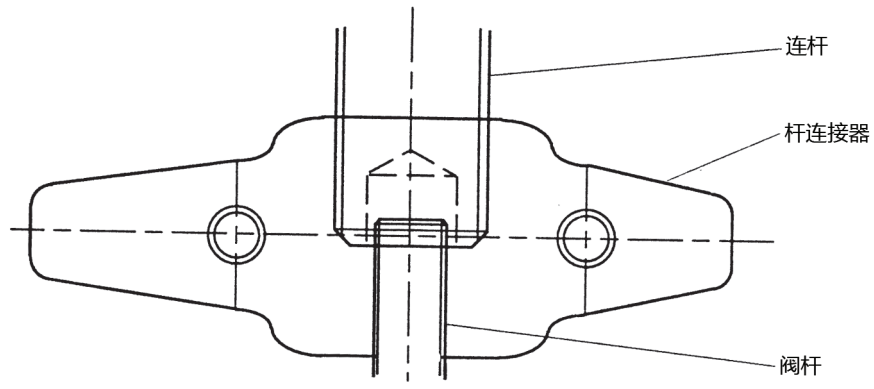

图 5-1 正或反作用型的调整
7. 在上述状态下，通过调整连接执行机构推杆和阀杆的杆连接器的上下位置，使指针指向刻度板的全行程点。然后牢固拧紧杆连接器的紧固螺栓。（参见图 5-1）
6. 在上述状态下，调整连接执行机构推杆和阀杆的阀杆连接器的上下位置，使指针指向刻度板的全行程点。然后拧紧指针的紧固螺栓。（参考图 5-1）